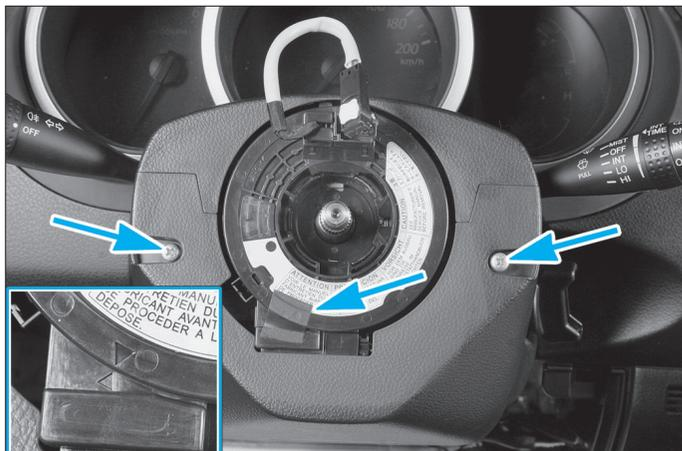

FIG. 8
- Déposer les deux vis et séparer la coquille supérieure de la coquille inférieure (Fig.8).